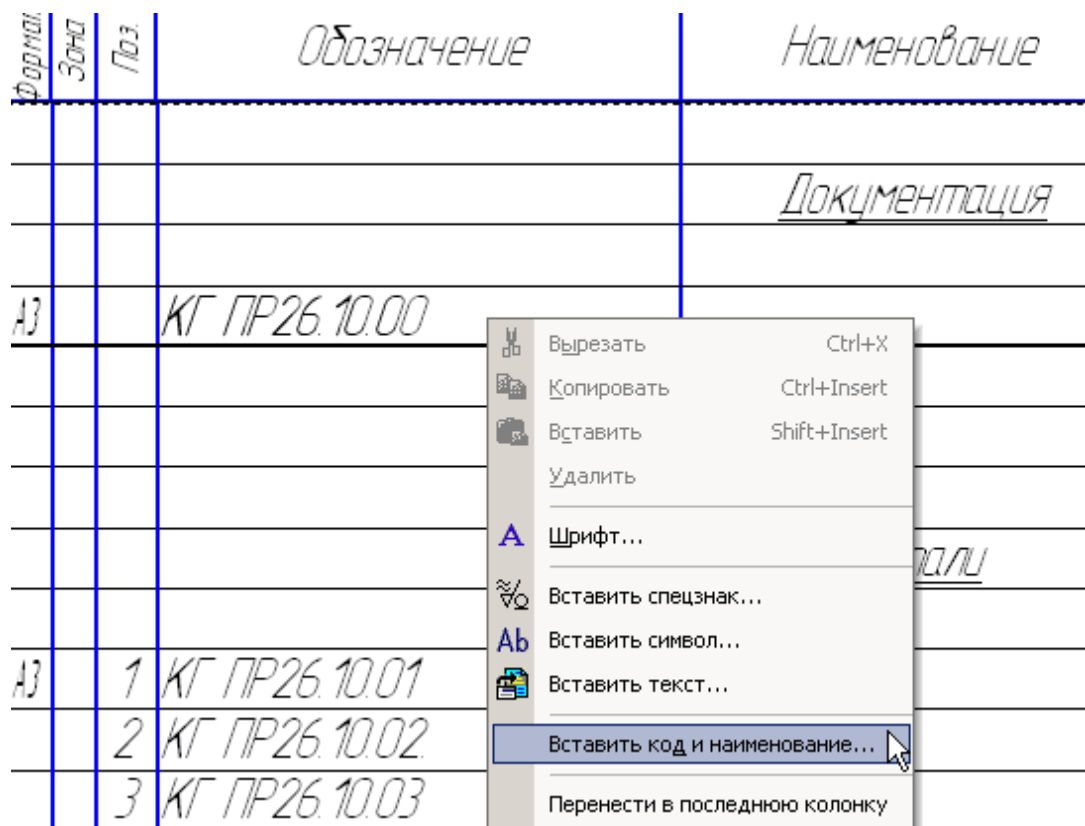
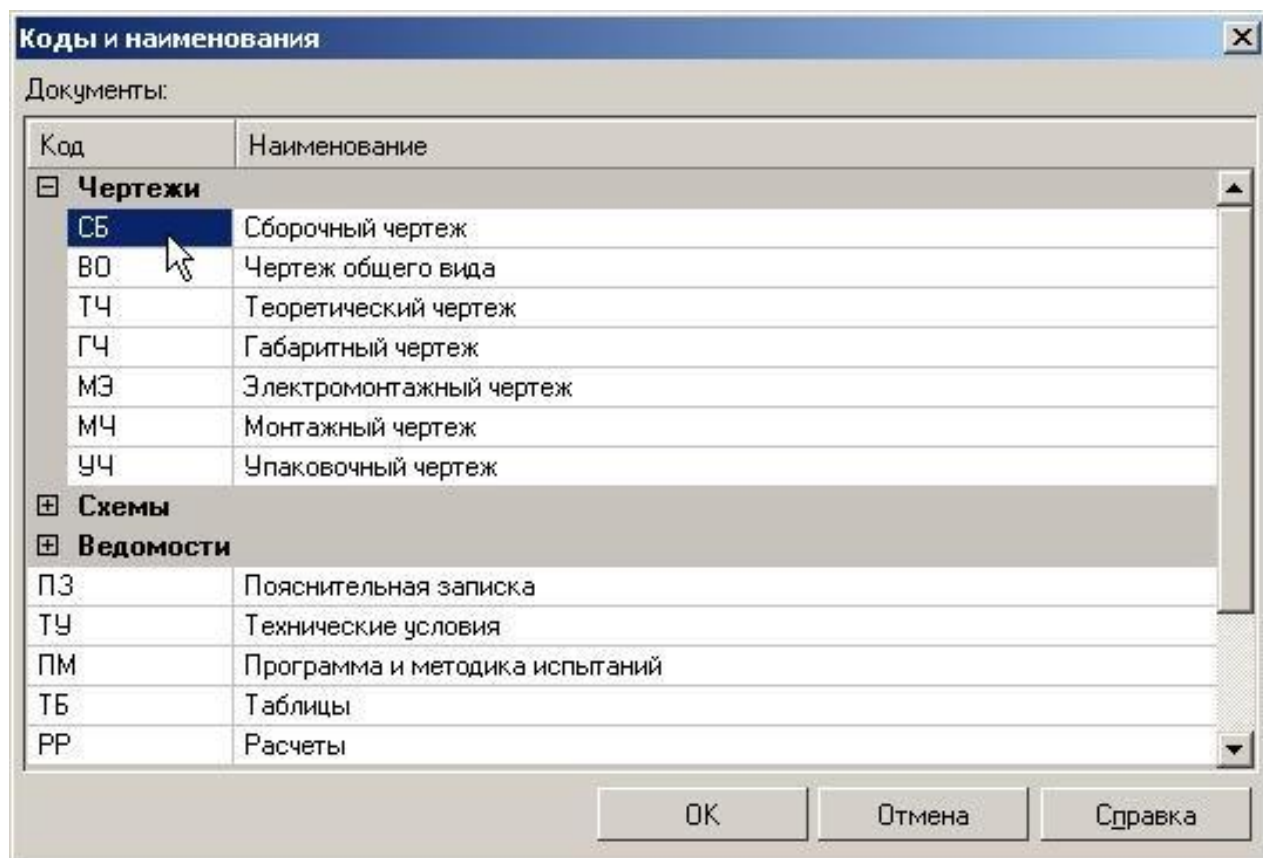

Рис. 4
Рис. 5
4. Для ввода данных в разделе спецификации «Документация» создайте раздел «Документация», выполните в графе «Обозначение» надпись «КГ ПР26.10.00» и из контекстного меню выберите команду **Вставить код и наименование**, рис. 4. Укажите код сборочного чертежа, рис. 5.